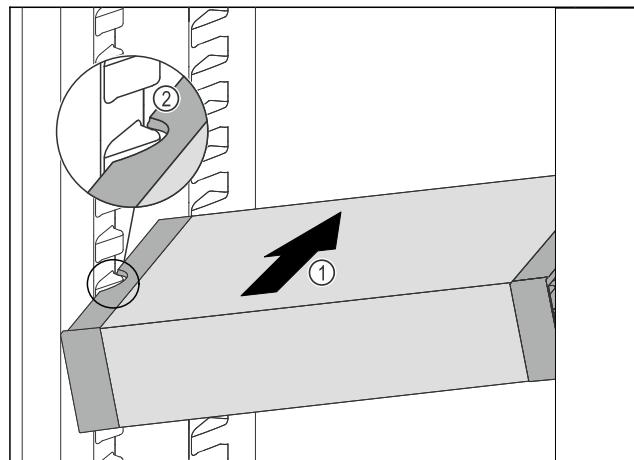

Fig. 59
- Вдвигайте VarioSafe под наклоном в холодильное отделение Fig. 59 (1), пока боковые выемки Fig. 59 (2) VarioSafe не окажутся на высоте выступа резервуара в холодильном отделении.